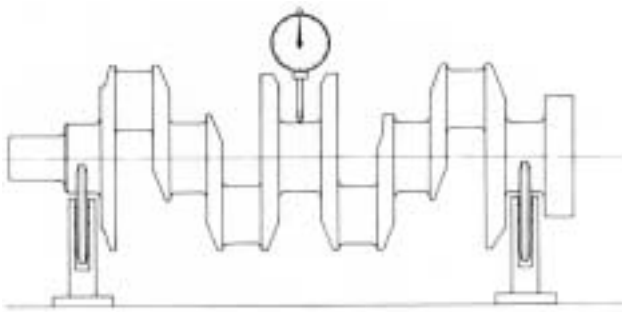

FIG 4
5. Verifique a excentricidade máxima dos munhões da árvore de manivelas com relógio conforme a **Fig. 4**. Excentricidade max. munhões 1 e 5 = apoiados; 2 e 4 = 0,08mm ; munhão 3 = 0,15mm.